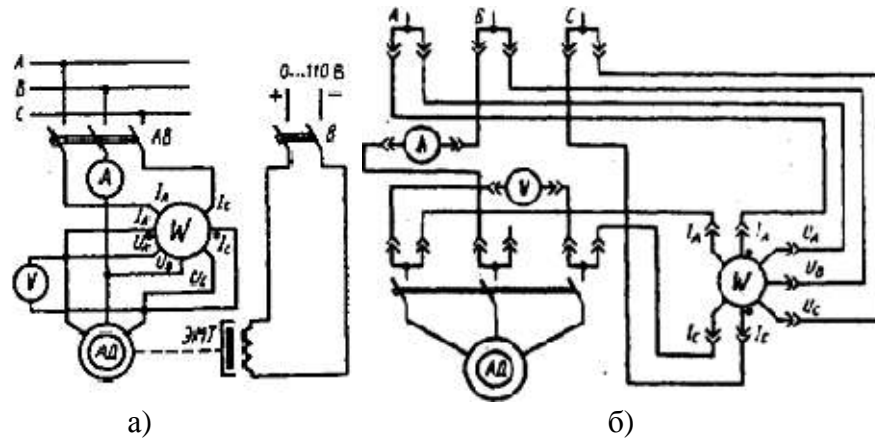

Рисунок 2 – Электрические схемы
2. Собрать электрическую цепь (рисунок 2 а) для снятия рабочих и механической характеристик исследуемого электродвигателя. Сборку этой цепи проводят соединителями в соответствии с монтажной схемой рисунок 2 б). Измерение линейного напряжения питания, линейного тока (U_1, I_1) и потребляемой активной мощности (P_1) электродвигателя проводить измерительными приборами: вольтметром с пределом измерения 250 В, амперметром с пределом измерения 7,5 А и трехфазным ваттметром.